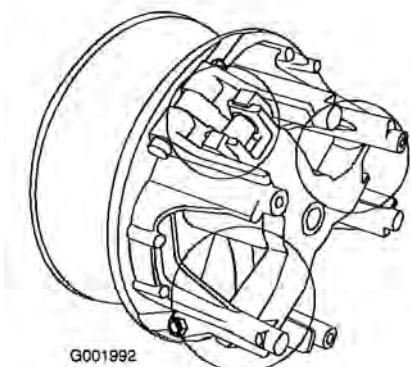

Figura 56
5. Lubrificate le parti in movimento nelle zone contrassegnate da un cerchio nella Figura 56 utilizzando l'aerosol lubrificante a secco Toro, reperibile dal rivenditore o distributore Toro autorizzato di zona.